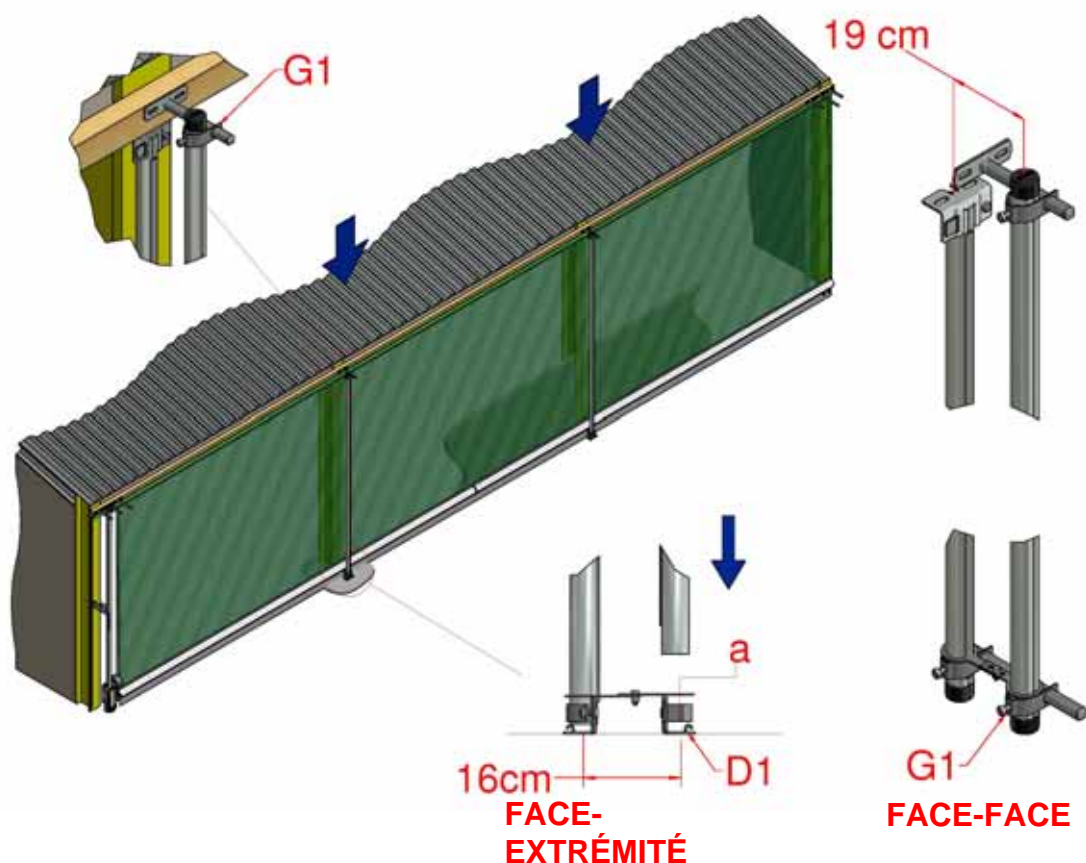

Figure 18 : pose du tube de commande extérieur
- 4.8 Fixer tous les tubes de commande extérieurs intermédiaires entre les supports supérieurs et inférieurs, à l'exception des tubes pour les couvercles d'extrémité, comme illustré à la Figure 18. Découper à la bonne longueur (si on le souhaite) les supports de surface posés et terminer en posant des embouts de protection noirs (T1) sur les extrémités libres des tubes.